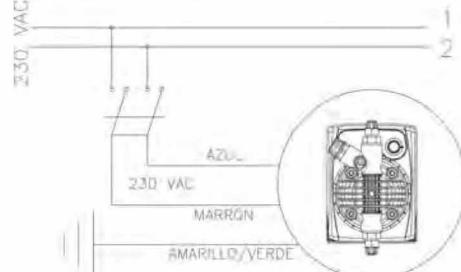

Fig. 4
1. Asegúrese que esté desactivada eléctricamente (ambas polaridades) desconectando los conductores de los puntos de contacto de la red con el interruptor omnípolar de distancia mínima entre contactos de 3 mm. (Fig. 4).
b.- Respete las leyes en vigor de cada país por lo que concierne a la instalación eléctrica (Fig. 4).
- a. Asegúrese de que esté desactivada eléctricamente (ambas polaridades) desconectando los conductores de los puntos de contacto de la red con el interruptor omnípolar de distancia mínima entre contactos de 3 mm. (Fig. 4).